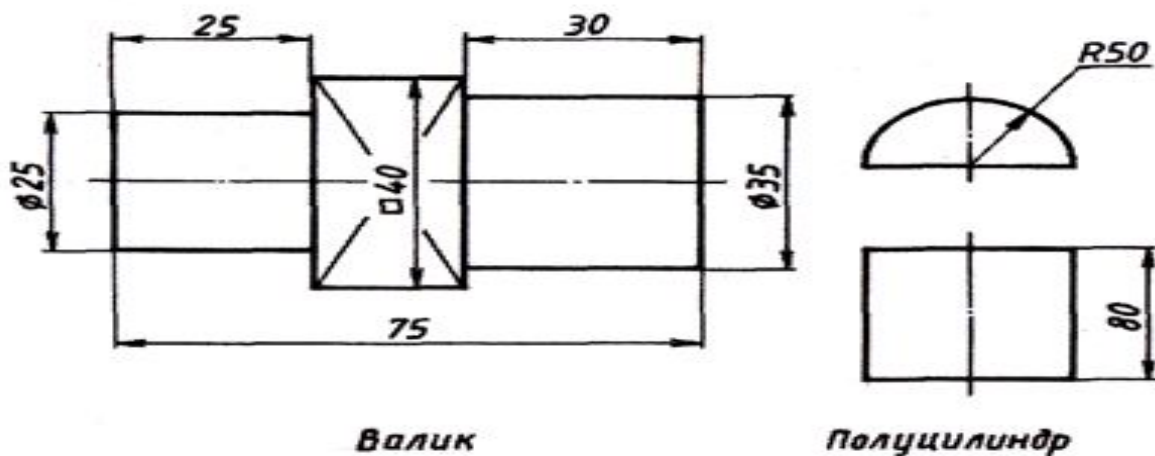

Рис. 53. Пример нанесения габаритных размеров
- На рис. 53 (валик) — габаритными являются размеры 75 мм и 40 мм.
- На рис. 53 (полуцилиндр) — к габаритным относятся размеры 80 мм, 50 мм.